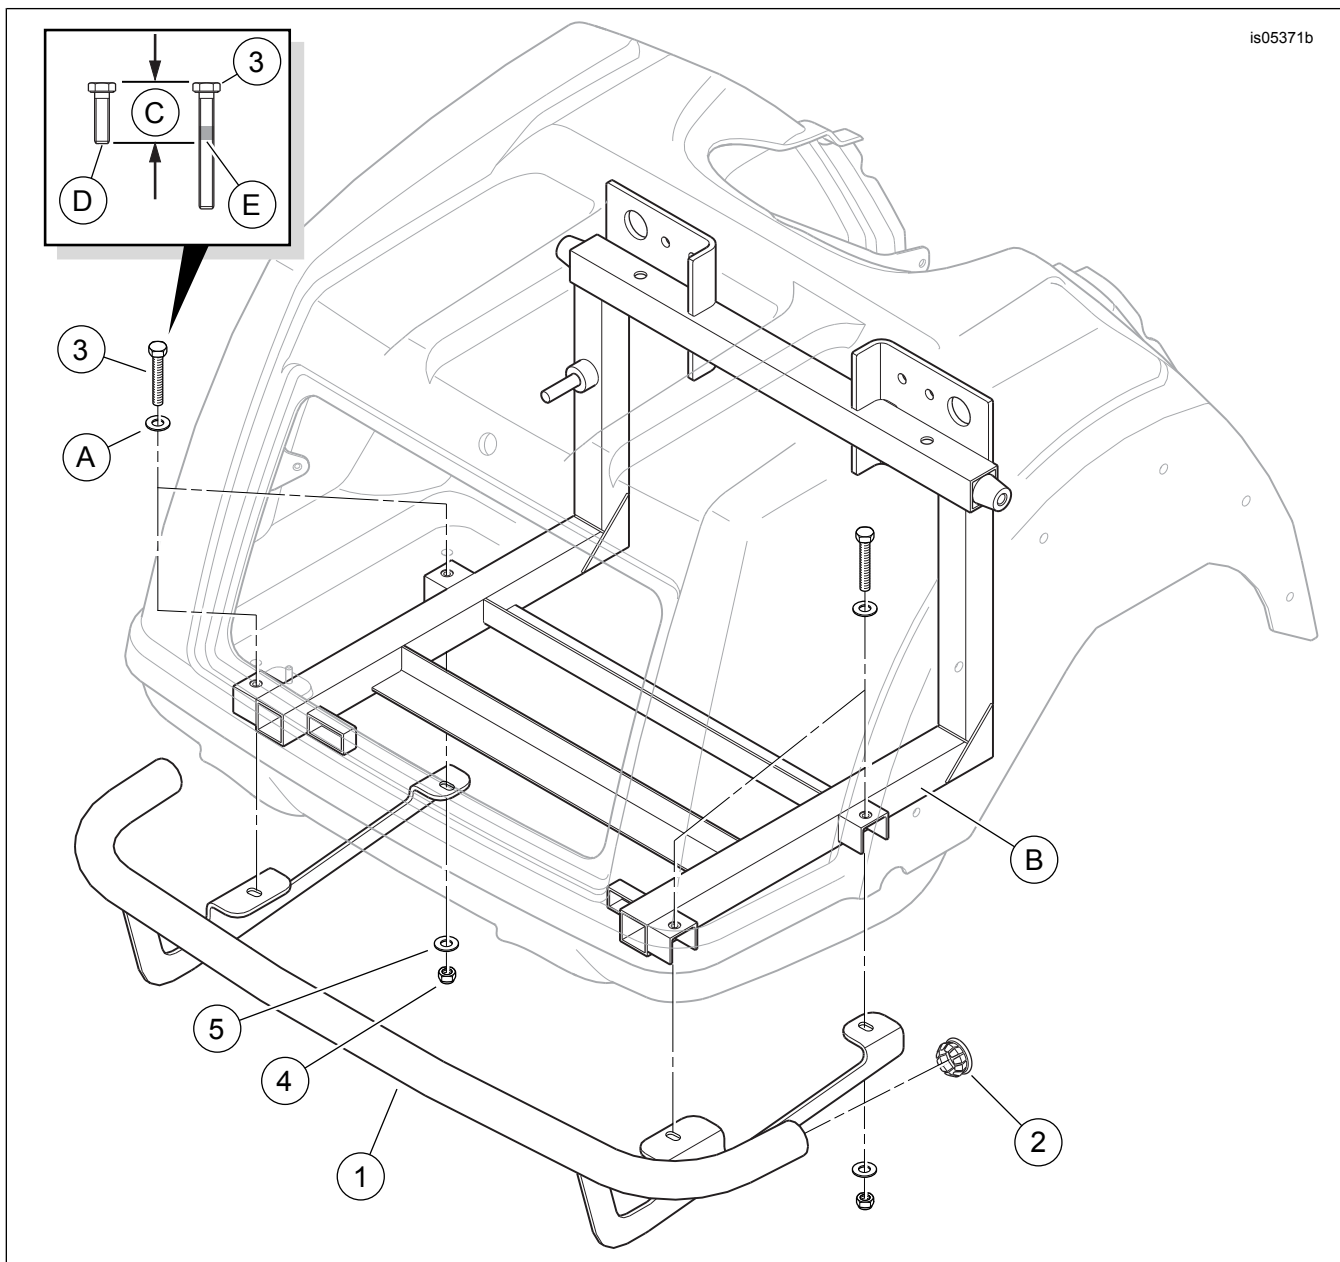

Figura 1. Piezas de servicio: Kit de protección trasera Trike cromado
Consulte Figura 1 y Tabla 1.
2. Ver Figura 1. Ubique cuatro tornillos con arandelas (A) en el piso del compartimento del portaequipajes que sujetan el cuerpo a la estructura trasera. Dejando la arandela en su lugar, retire uno de los tornillos. Guarde el tornillo para el paso 3 y, luego, deséchelo.
3. Consulte la Figura 1. Aplique una pequeña cantidad de fijador de tornillos al tornillo (3).